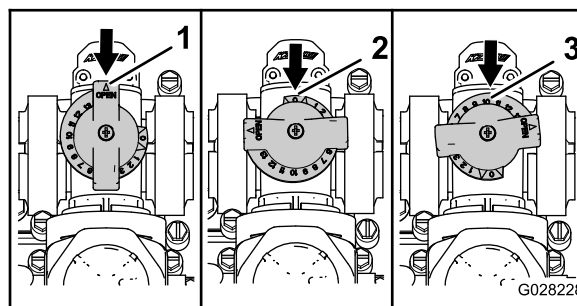

Figura 38
- La Figura 38, A, muestra la válvula de desvío de agitación en la posición de Abierta.
- La Figura 38, B, muestra la válvula de desvío de agitación en la posición de Cerrada (0).
- La Figura 38, C, muestra la válvula de desvío de agitación en la posición intermedia (relativas al manómetro del sistema de fumigación).